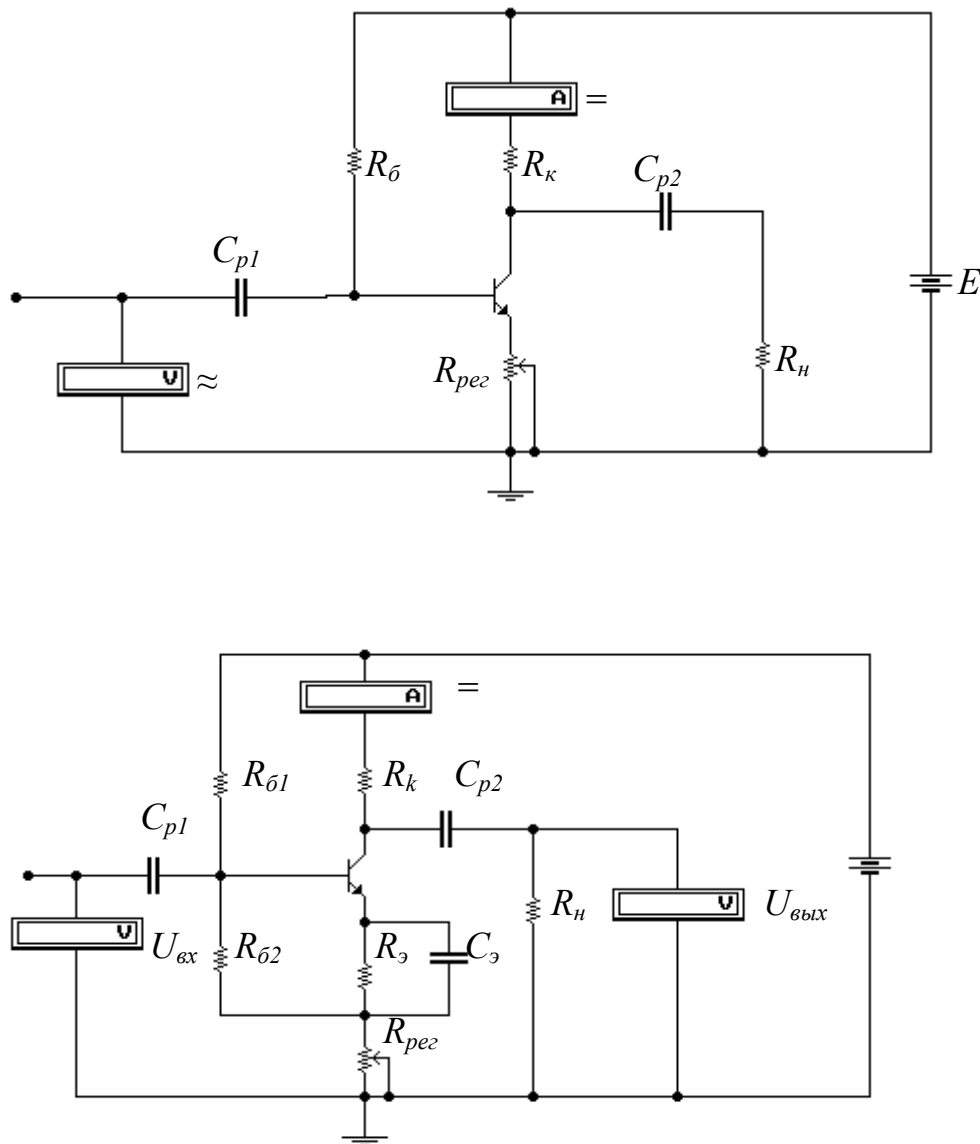

Рис. 5.3. Схемы регулировки усиления изменением глубины обратной связи
3. Модернизируйте одну из выше приведенных схем таким образом, чтобы ток покоя коллектора был максимальным из фигурировавших в экспериментах 1 и 2 (например, вариант изменения схемы рис. 5.2 изображен на рис. 5.3). Сопротивление  $R_э$  вновь зашунтируйте конденсатором емкостью 200-500 мкФ.
Добавьте в цепь эмиттера переменное сопротивление, включив его таким образом, чтобы при изменении сопротивления режим транзистора не менялся (рис. 5.3). Переменное сопротивление выберите так, чтобы оно позволяло изменять коэффициент усиления примерно во столько же раз, во сколько его изменяли в пункте 1.